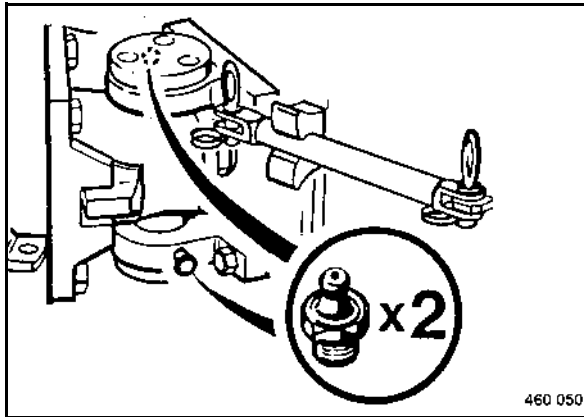

fig. 94
- Nettoyer les graisseurs (fig. 94) et lubrifier avec de la graisse haute pression en appliquant 5 fois la pompe à graisse.